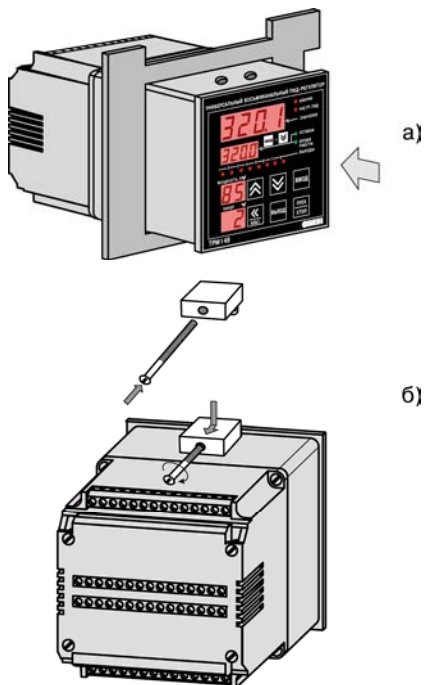

Рис. 7.1. Установка прибора щитового крепления
1. Прибор вставляется в специально подготовленное отверстие на лицевой панели щита (см. Приложение А и рис. 7.1, а).
2. Фиксаторы из комплекта поставки вставляются в отверстия на боковых стенках прибора (рис. 7.1, б).